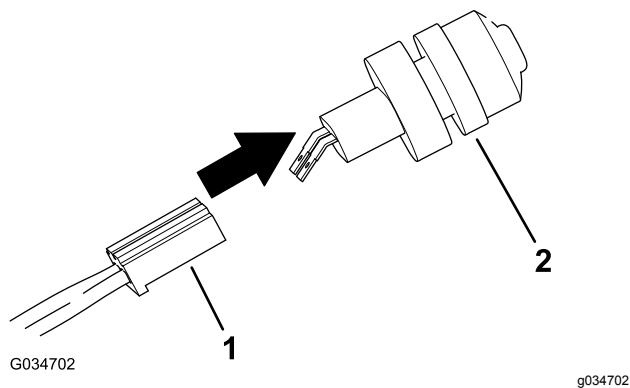

Figura 7
4. Enchufe el conector hembra del arnés de cables principal al conector macho del interruptor del claxon (Figura 7).